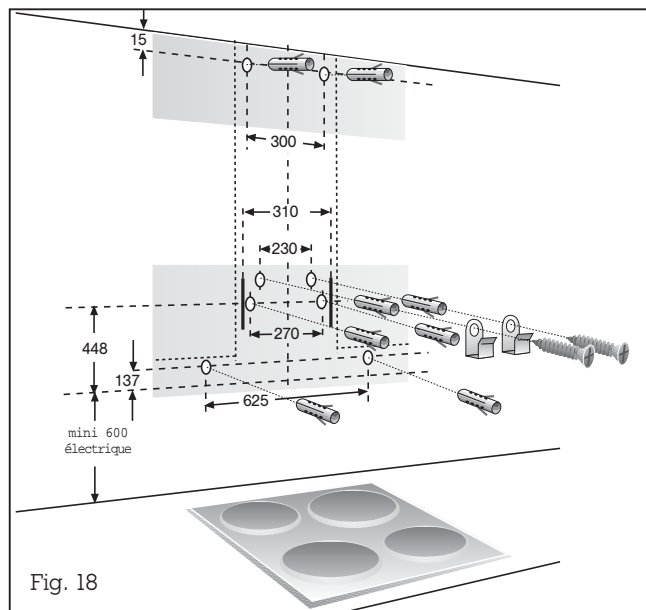

Fig. 18
- A l'aide du gabarit de perçage, marquez les positions des vis sur le mur. Tracez le contour de la zone d'accrochage. Cela facilitera la fixation (fig. 18).